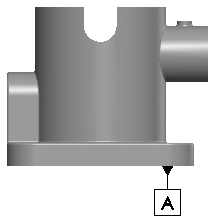

图 6.8.4 3D 基准特征
说明：放置基准特征符号时，可以将模型视图切换到后视图（图 6.8.4），方便放置。
(4) 单击“基准特征”对话框中的 ☒ 按钮，完成标注 3D 基准特征，结果如图 6.8.4 所示。